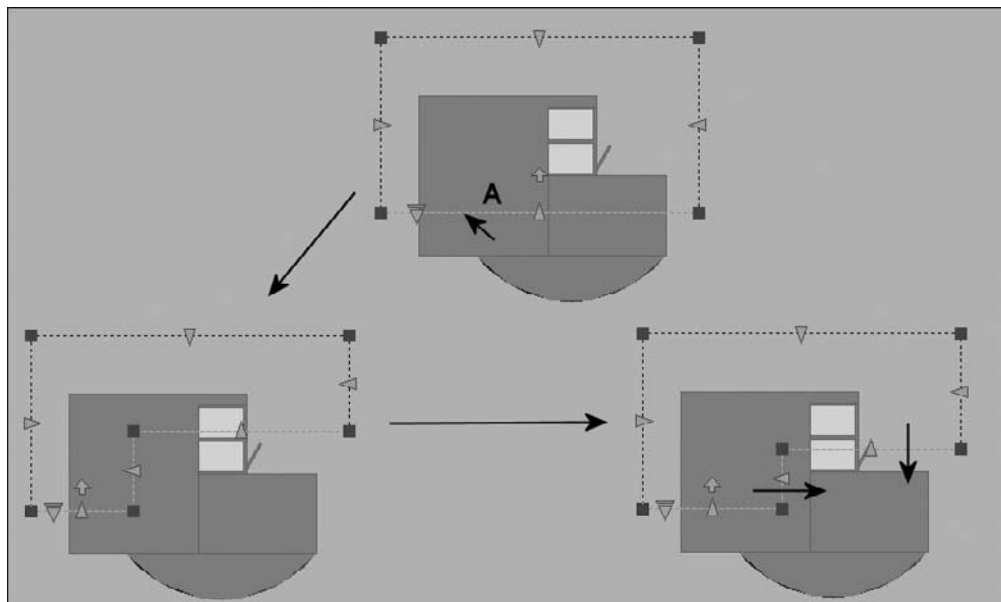

Fig.21.10
- 3 Cliquez sur un point (A) de la ligne de coupe. Un nouveau segment est créé perpendiculairement au segment sélectionné et dans la direction de la poignée de direction.
- 4 Utilisez les poignées et les points pour réajuster éventuellement la ligne de coupe (fig.21.10).